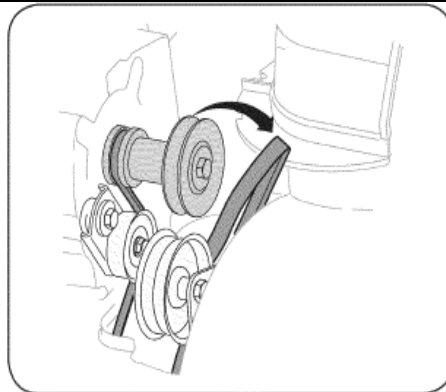

Рис. 25
3. Стащите ремень шнека со шкива двигателя (См. Рис. 25).